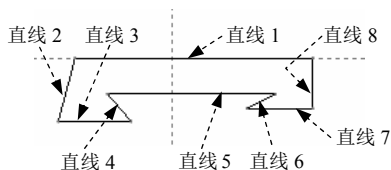

图 5.2.21 草绘截面的初步图形
- 在 **草绘** 选项卡中单击“线链”命令按钮中的 ▾，再单击按钮线链，绘制图 5.2.21 所示的 8 条线段（绘制时不要太在意图中线段的长短和位置，只要大概的形状与图 5.2.21 相似就可以）。